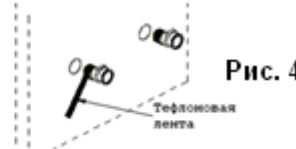

Рис. 4
3. На два переходника-эксцентрика /9/ из комплекта поставки, намотайте тефлоновую ленту в направлении против часовой стрелки, и прикрутите их трубам (рис.4). Подберите расстояние между переходниками, совпадающее с расстоянием между вводом горячей и холодной воды смесителя (150 мм). При этом должна быть обеспечена горизонтальность установки смесителя. На эксцентриковые переходники прикрутите отражатели /9/.